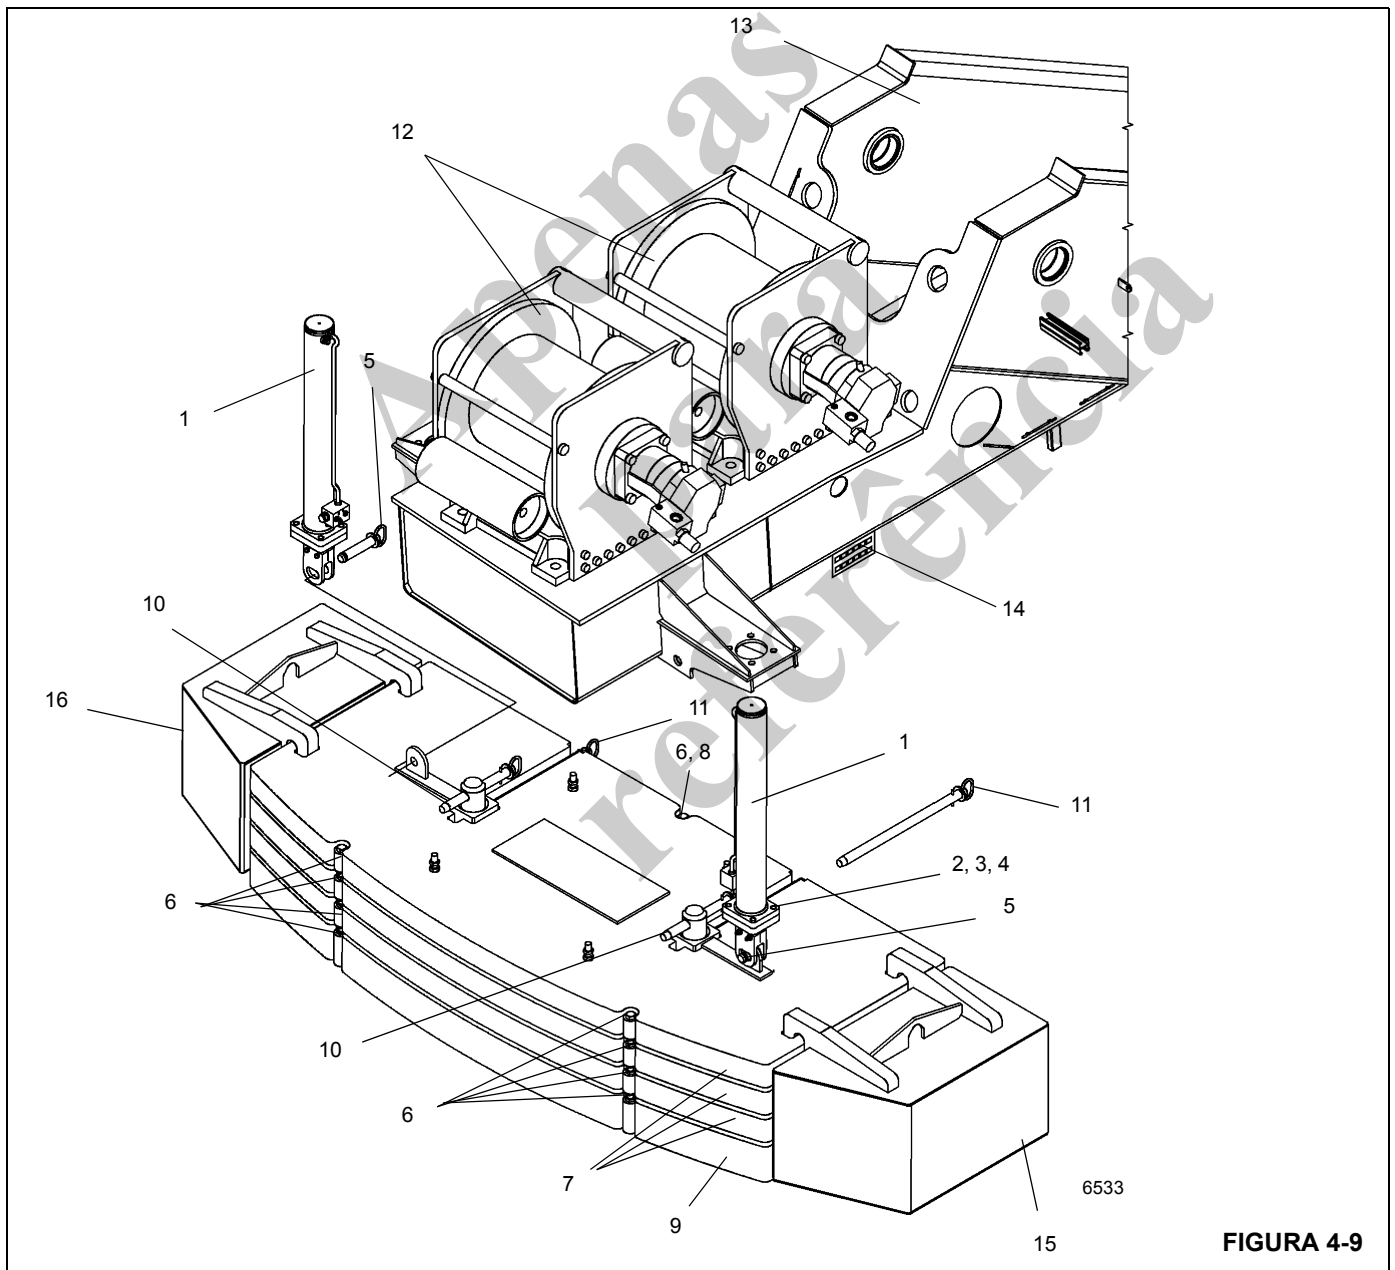

FIGURA 4-9
Os procedimentos a seguir são aplicáveis para a remoção e a instalação de qualquer ou todas as peças Figura 4-9.
- NOTA:** Pode ser necessário empurrar as chaves do contrapeso (Figura 4-9) para instalar os pinos de fixação superiores.